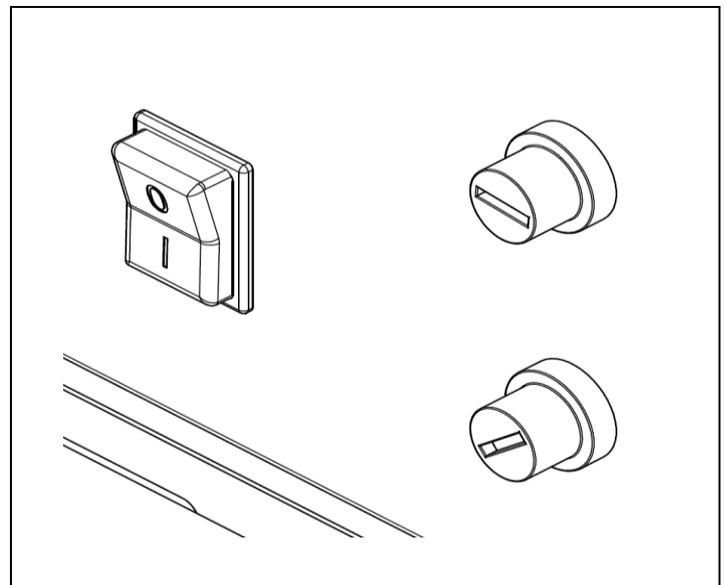

Figure 10
- Basculer l'interrupteur sur la cuisinière dans la position 1 (voir figure 10).